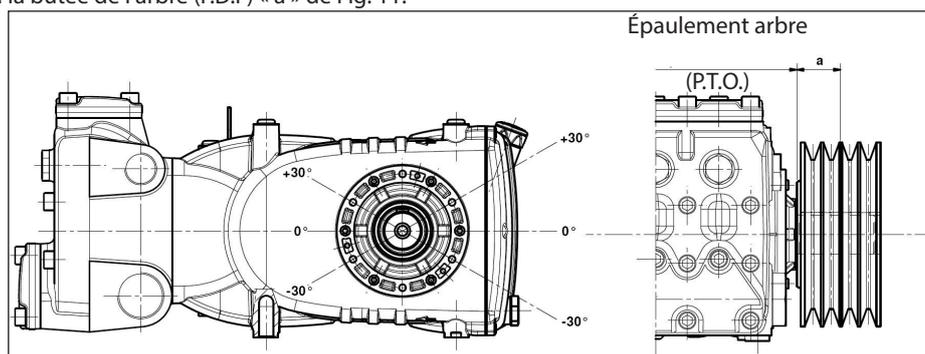

Fig. 11
La charge radiale sur l'arbre ne doit pas être supérieure à 7500 N (valeur nécessaire pour la définition du plan). La transmission est considérée appropriée si cette charge est appliquée à une distance maximum  $a=40$  mm de l'épaulement de l'arbre (prise de force) comme le montre Fig. 11.
- b) Utiliser des courroies à haut rendement - par exemple **XPB** au lieu de **SPB** - car il sera nécessaire d'avoir une quantité inférieure de courroies égales à la puissance transmise et par conséquent une distance inférieure de la résultante par rapport à la butée de l'arbre (P.D.F) « a » de Fig. 11.
- e) Contrôler la direction de la tension de la courroie comme indiqué Fig. 11 : pour toute autre nécessité, contacter le **Bureau Technique** ou le **Service d'Assistance Clients**.